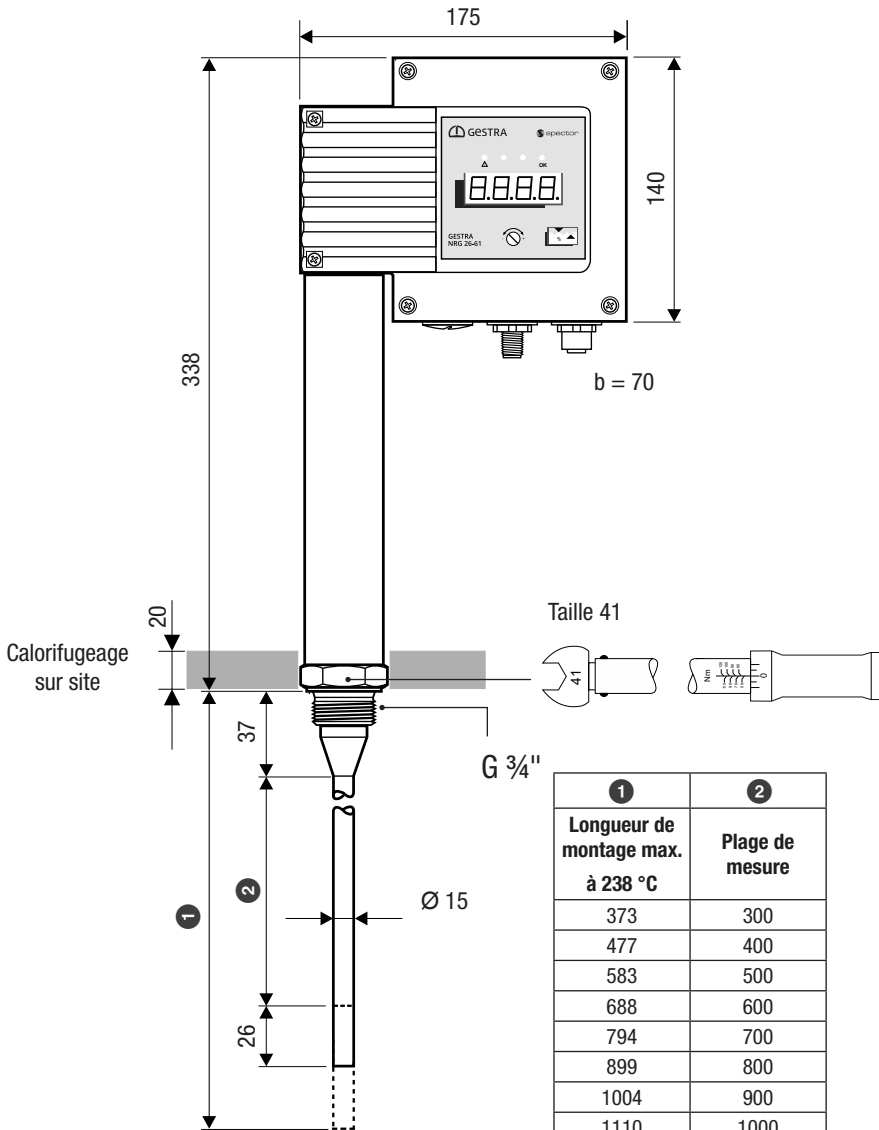

Fig. 8
- Filetage G $\frac{3}{4}$ " A, EN ISO 228-1, voir Fig. 8